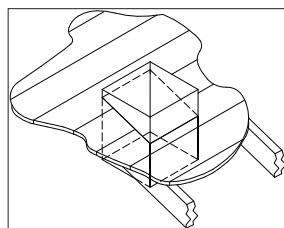

Figure 20
6. Introduire la boîte de support dans le toit comme illustré à la Figure 20 et la placer de sorte que sa base dépasse en dessous de la finition du plafond d'au moins 5 cm (2 po). Aligner la boîte de support verticalement et horizontalement à l'aide d'un niveau. Agraffer temporairement la boîte de support en place dans les murs intérieurs et le voligeage.